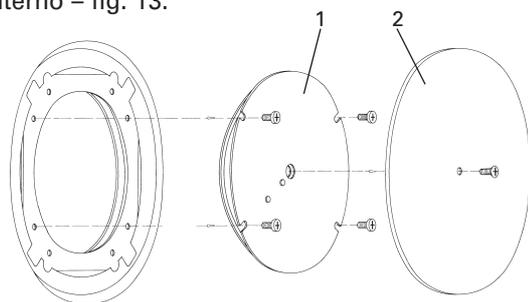

Fig. 11 Rimuovere la piastra di copertura laterale – VestoWIN Premium 200 / 202
1. Svitare la flangia cieca (piastra di copertura laterale, smaltata) – fig. 11.
2. Rimuovere il coperchio interno, svitando le 4 viti che lo bloccano – fig. 11.